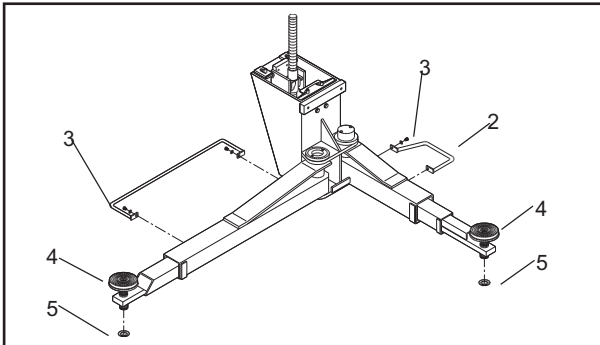

Fig.47 Abb.47
8 - Montare sui bracci i parapiedi di sicurezza (1 e 2, Fig.47), usando le viti (3) TE M10x10.
8 - Mount the security foot-guards on the arms (1 & 2, Fig. 47), using HH screws M10x10.
8 - Fixer les chasse-pieds sur les bras (1 et 2, fig. 47) en utilisant les vis TH M10x10.
8 - Die Fußschutzvorrichtungen (1 und 2, Abb.47) an den Armen anbringen; dazu sind die Sechskantschrauben (3) M10x10 zu verwenden.
8 -Montar sobre los brazos las protecciones de pies (1 y 2, Fig. 47) con los tornillos (3).